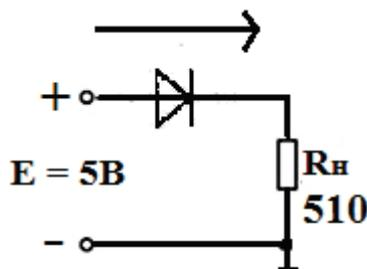

Рис.1.2
1. Ток течёт от «+» к «-», то есть через диод протекает прямой ток (рис. 1.2).